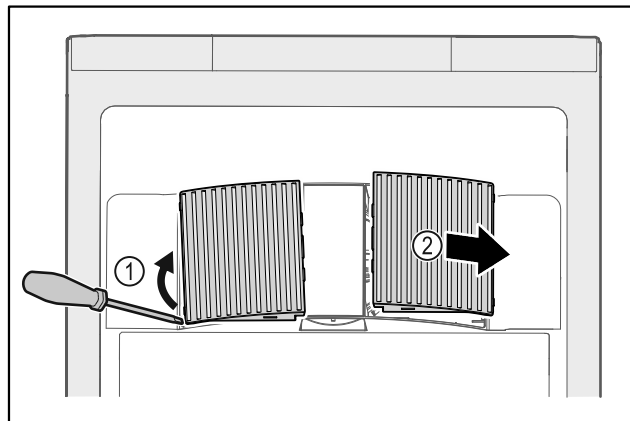

Fig. 176
- ▶ Z boku opatrně vytáhněte ventilátorové kryty Fig. 176 (1) a sejměte je směrem dopředu Fig. 176 (2).